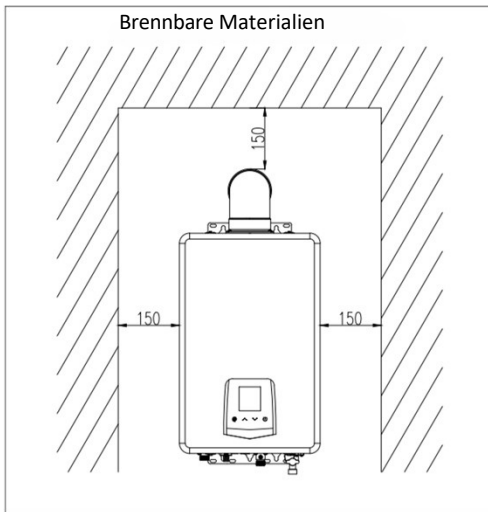

Fig. 7 (Unité : mm)
- Der Gas-Wassererhitzer muss in einem Mindestabstand zu brennbaren Materialien aufgestellt werden, der in Abb. 7 angegeben ist.
- (4) Der Abstand zwischen dem Rauchabzug und brennbaren Materialien muss mehr als 150 mm betragen. Wenn der Rauchabzug durch brennbare Materialien oder eine Wand geführt werden muss, sollte der Rauchabzug mit einer mehr als 20 mm dicken Wärmeschutzmaterialie ausgefüllt werden. (Siehe Abb. 7)
- (5) Um die Wartung zu erleichtern, darf kein Zement zwischen dem Rauchabzug und der Wand verwendet werden.
- (6) Der Rauchabzug muss fest angebracht sein. Der Anschlussbereich kann mit einer selbstklebenden Folie abgedeckt werden, um zu verhindern, dass Abgase in den Raum zurückströmen.
- (2) Die Länge des Rauchabzugs muss weniger als 3 m betragen und die Anzahl der Biegungen darf 3 nicht überschreiten (eine Biegung entspricht 1 m geradem Rohr).
- (3) Der Abstand zwischen dem Rauchabzug und brennbaren Materialien muss mehr als 150 mm betragen. Wenn der Rauchabzug durch brennbare Materialien oder eine Wand geführt werden muss, sollte ein wärmeisolierendes Material verwendet werden, um den Rauchabzug mit einer Dicke von mehr als 20 mm auszufüllen. (Siehe Abb. 7)
- (4) Zwischen dem Rauchabzug und der Wand darf kein Zement verwendet werden, um die Wartung zu erleichtern.
- (5) Der Rauchabzug muss fest angebracht sein. Der Anschlussbereich kann mit einer selbstklebenden Folie abgedeckt werden, um zu verhindern, dass Abgase in den Raum zurückströmen.
- (6) Die zulässige Mindestlänge für den Rauchabzug dieses Produkts beträgt 320 mm. Bei einer Rauchabzugslänge zwischen 320 und 750 mm muss ein Drosselring (ϕ 43 mm) verwendet werden (Typ C12, C32, B22). Vorsichtsmaßnahmen für die Installation des Rauchabzugs